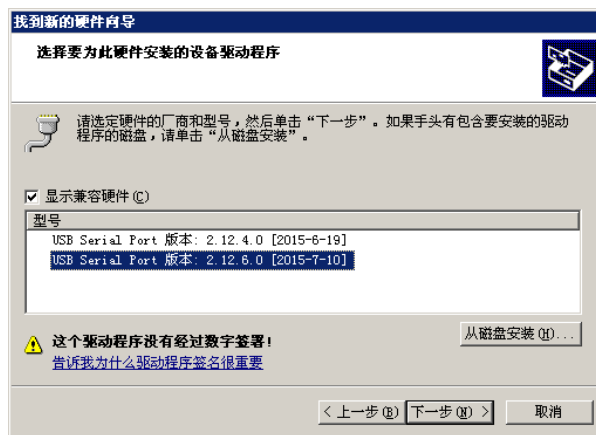

图 3.1.5 USB Serial Converter 选择
(4) 在设备型号列表中选择“USB Serial Converter”版本：2.12.6.0（2015-7-10），点击下一步，如图 3.1.5 所示。